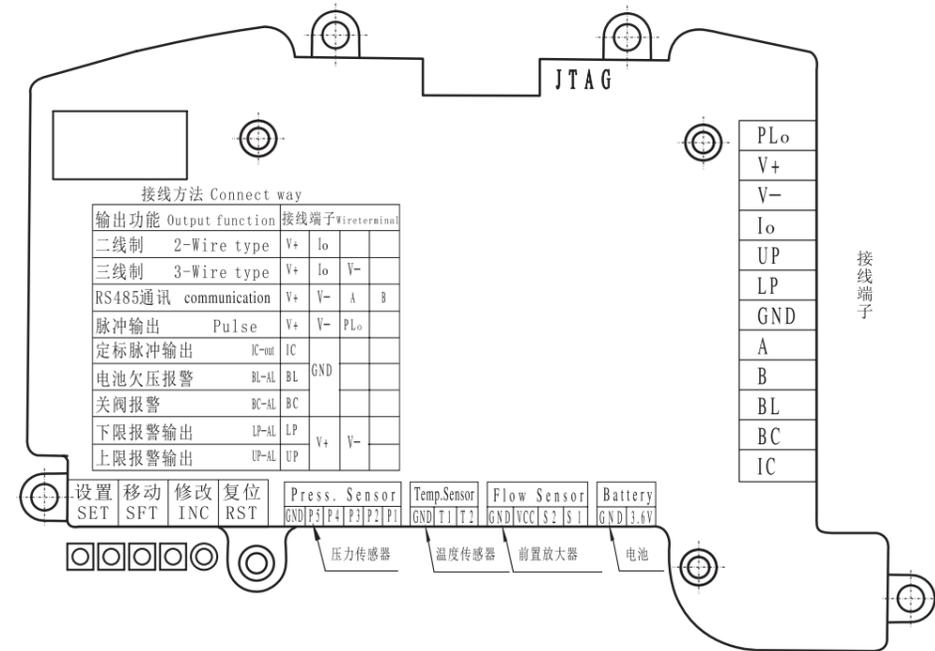

图6 按键排列与接线图
打开积算仪前盖，在表头组件左下角上可见按键排列如下图6所示：
- 7.2.1 设定说明：按键排列见图6。从左到右分别为设定键“SET”、移位键“SFT”、加1键“INC”、复位键“RST”，用户参数1设定和用户参数2设定详见表3和表4。在设定状态，按下移位键1次，设定的数据右移（或左移）1位，并且该位数闪烁显示表示该位数据可修改；按下加1键1次，可修改的数据加1，从0~9~0循环。